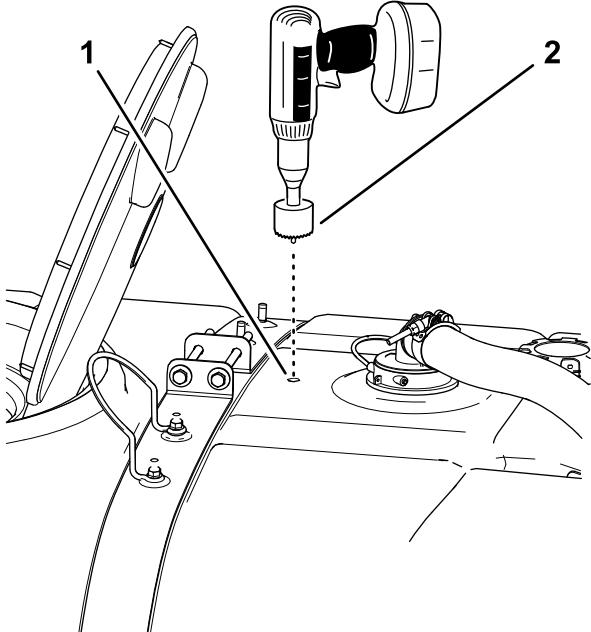

Bild 18
- Benutzen Sie eine Lochsäge, um ein 4,5 cm großes Loch in die Bohrmarkierung zu bohren (**Bild 18**).